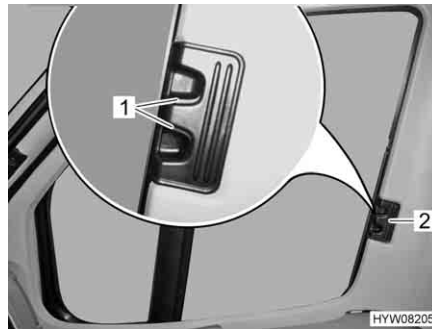

Fig. 66 Dispositif occultant plissé pour la fenêtre côté conducteur/passager
- Presser les poignées de déverrouillage (Fig. 66,1) et les maintenir pressées.
- Tirer les dispositifs occultants plissés pour les fenêtres côté conducteur et côté passager par la poignée (Fig. 66,2) vers l'autre côté de la fenêtre et les rassembler au niveau de la piste magnétique.
- Pousser les dispositifs occultants plissés pour les fenêtres côté conducteur et côté passager jusqu'à la butée au niveau de la poignée (Fig. 66,2).
- Lâcher les poignées de déverrouillage (Fig. 66,1) et les faire s'enclencher.